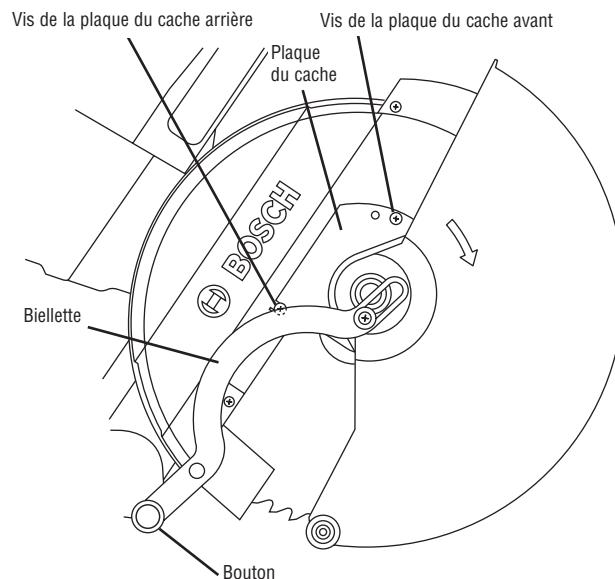

Figure 3
- Positionnez la scie dans la position du haut (UP) et à un angle de biseau de 0°. Si elle est dans la position du bas (DOWN), appuyez légèrement sur l'ensemble de tête de la scie et retirez le goujon de verrouillage de l'ensemble de tête (article 43, page 117) ; puis laissez la tête de la scie remonter (voir Figure 3) ;